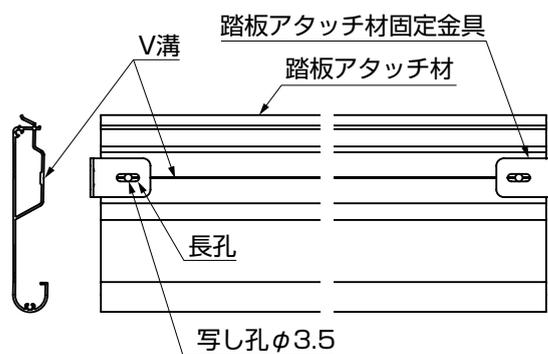

図8-6
(図8-2、図8-6参照)
- 踏板アタッチ材の写し孔φ3.5は、V溝と合うようにしてください。(図8-6参照)